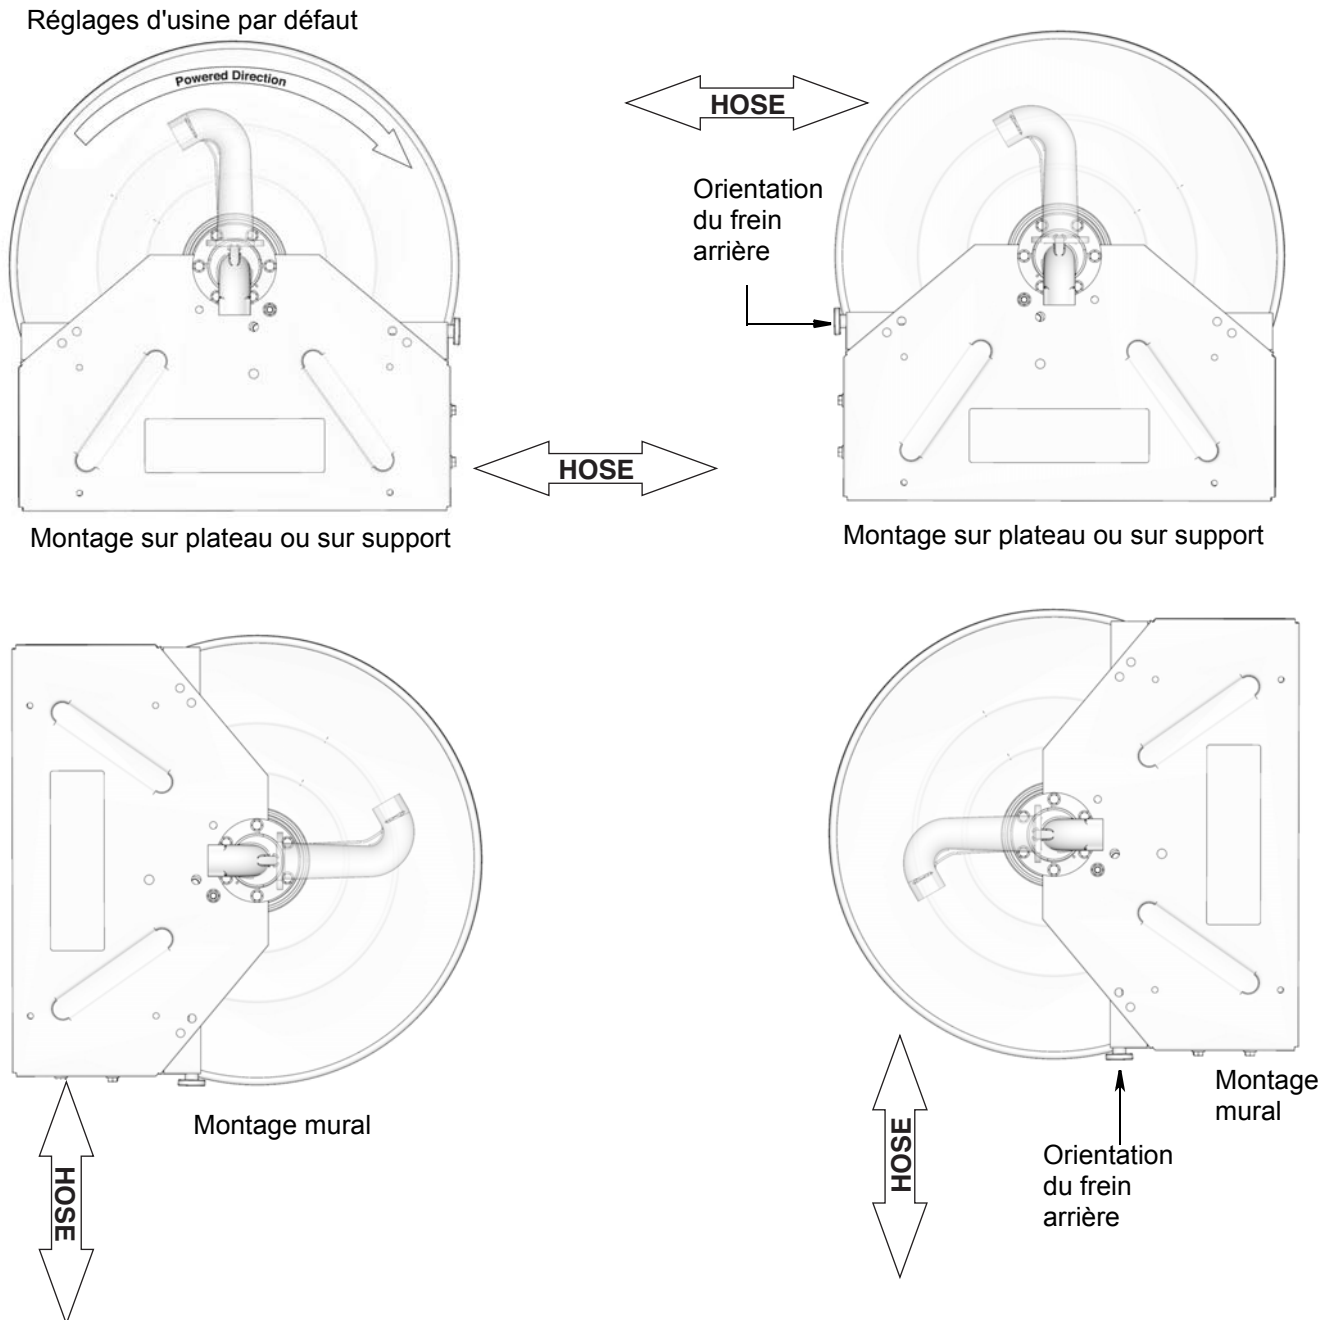
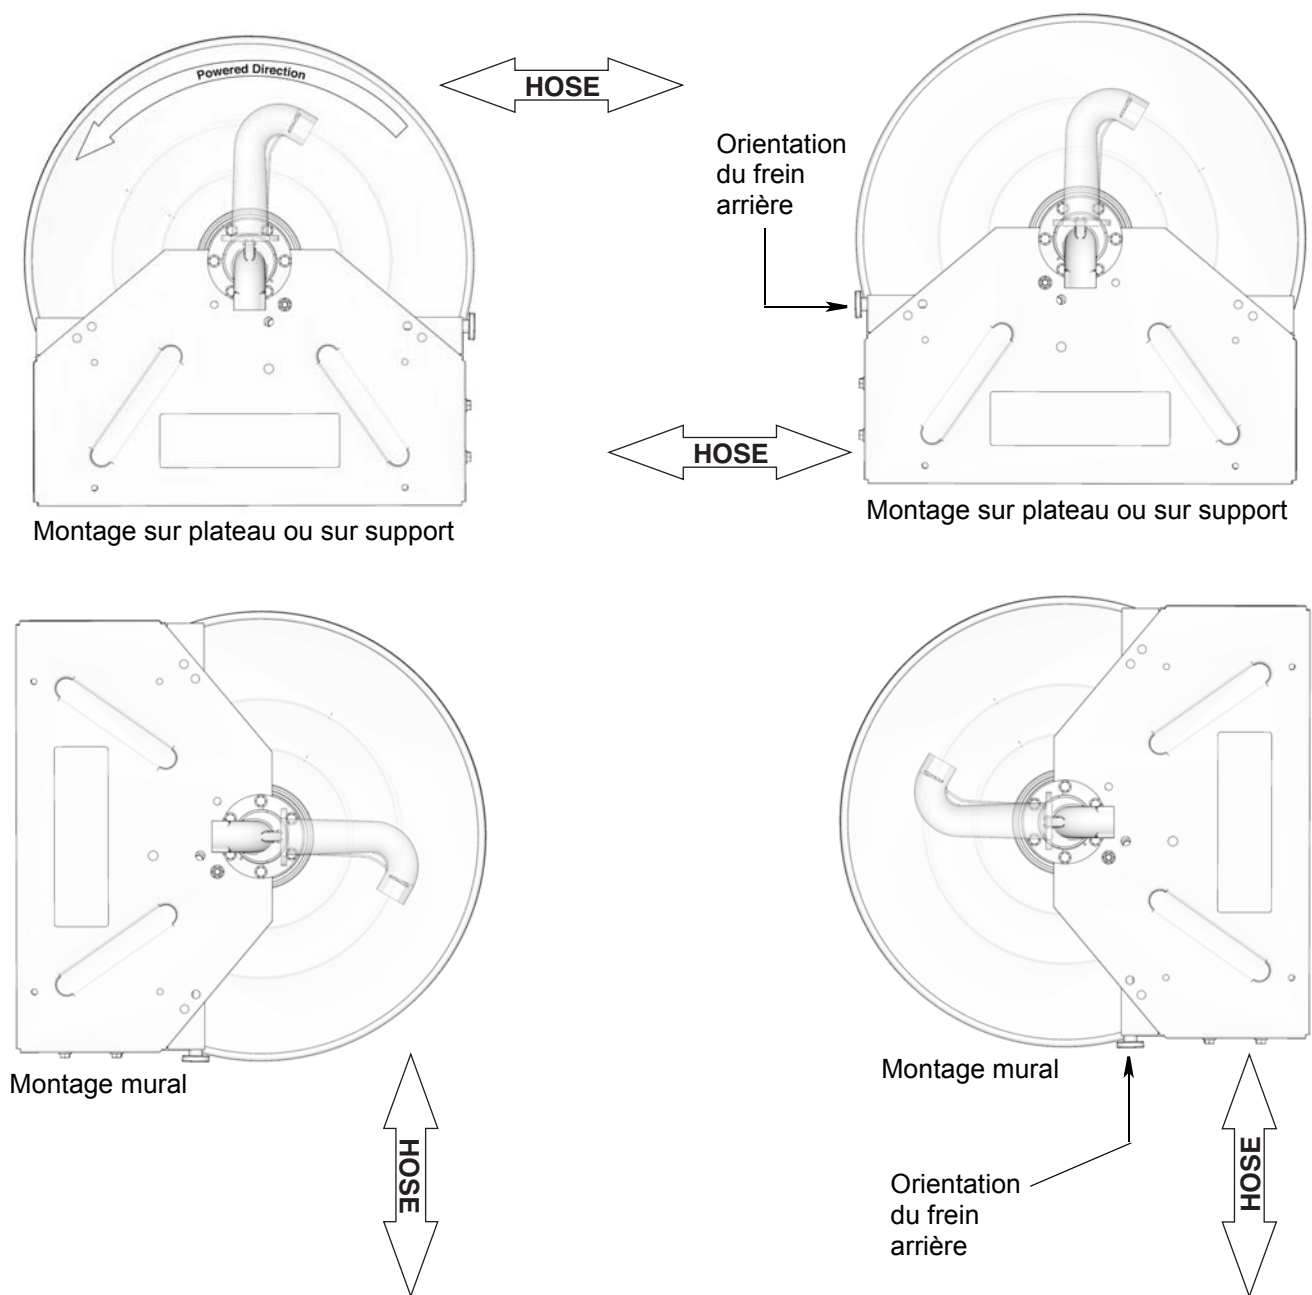

FIG. 22 : Vue du côté de l'entrée
FIG. 23 : Vue du côté de l'entrée
L'orientation de la sortie (17) et la rotation du moteur (26) peuvent être modifiées tel qu'indiqué aux FIG. 22-FIG. 23.
Dans les configurations indiquées à la FIG. 22, lorsqu'il est en marche, le moteur tourne dans le sens inverse des aiguilles d'une montre lorsqu'on le regarde du côté moteur de l'enrouleur. Les quatre configurations indiquées à la FIG. 22 présentent les réglages d'usine concernant la rotation du moteur et l'orientation de la sortie.
Dans les configurations indiquées à la FIG. 23, lorsqu'il est en marche, le moteur tourne dans le sens des aiguilles d'une montre lorsqu'on le regarde du côté moteur de l'enrouleur. Les quatre configurations indiquées à la FIG. 23 nécessitent l'inversion de la rotation du moteur (26) et l'inversion de la sortie (17).
3. Déterminez l'orientation adéquate de la sortie (17) pour l'emplacement de votre installation. Consultez la section Orientation de la sortie et rotation du moteur, FIG. 22, page 29 et FIG. 23, page 30.